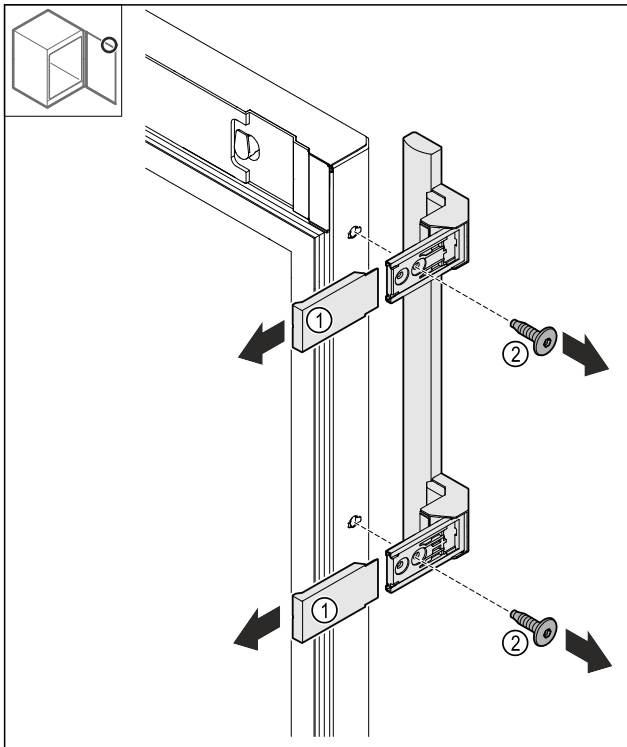

Fig. 25
- ▶ Stiahnite kryty Fig. 25 (1).
- ▶ Uvoľnite skrutky Fig. 25 (2).